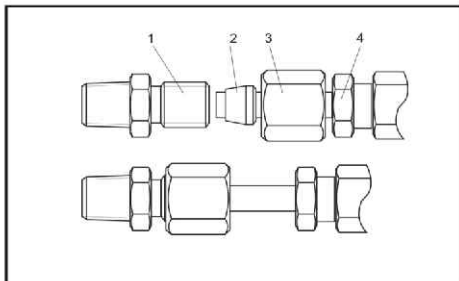

**Рис.5. Применение шаблона при монтаже**
**Примечание:** перед сборкой резьбовые поверхности деталей 1 и 3 смазать маслом. При монтаже фитинга на трубопровод удобнее использовать специальный шаблон (Рис.5)